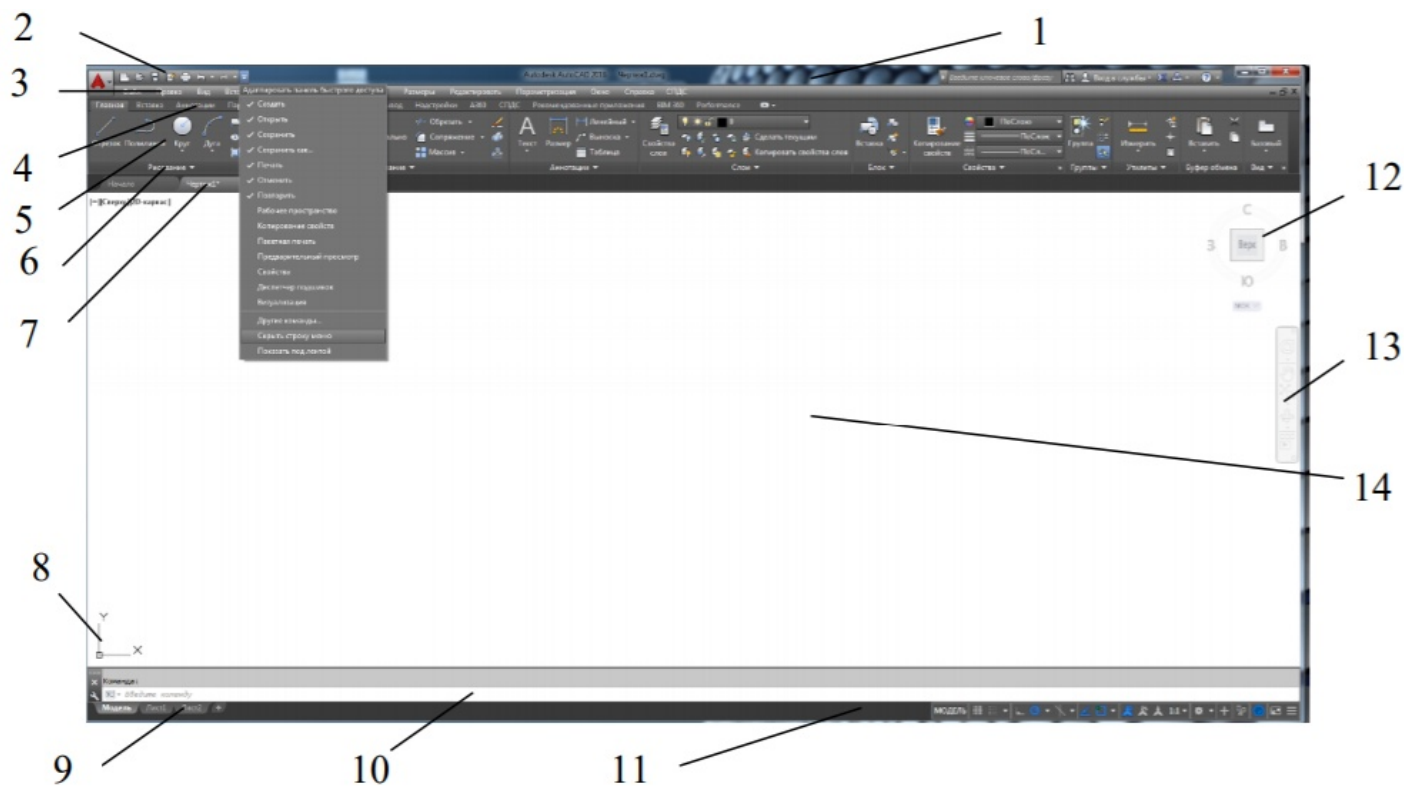

Рис. 2.
3. Изучите структуру экрана. Рабочий стол AutoCADa представлен на рис. 2. 1 – строка заголовка – самая верхняя строка, 2 – панель быстрого доступа, 3 – падающее меню (по умолчанию скрыто), 4 – строка вкладок панелей инструментов, 5 – панели инструментов, 6 – строка названий панелей инструментов, 7 – корешки закладок открытых документов, 8 – знак системы координат (по умолчанию – мировая СК), 9 – корешки вкладок компоновки пространств модели и листа, 10 – командная строка, 11 – строка состояния, 12 – видовой куб, 13 – панель навигации, 14 – графическое поле - занимает основную часть рабочего стола.